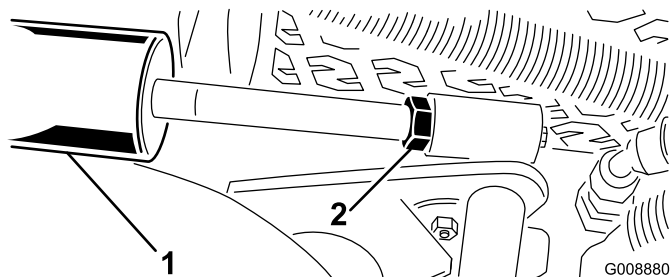

図 14
- A. カッティングユニットを降下させ、シリンダについているジャムナットを戻す (図 14)。